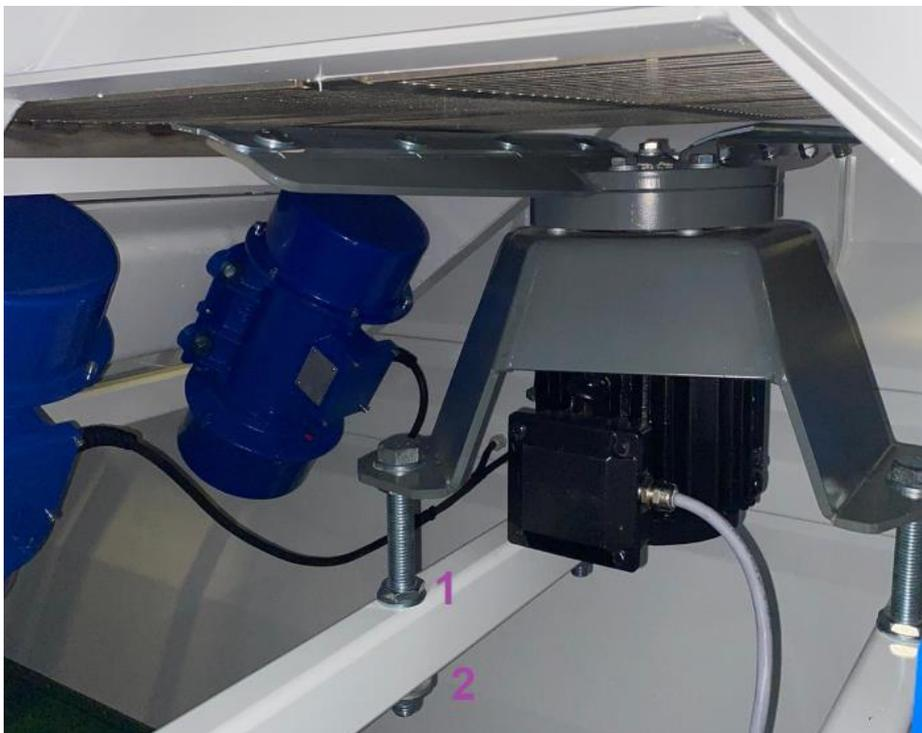

Abb. 15 Schnittlänge
ACHTUNG!! Das Messer darf nicht in Kontakt mit dem Vibrationsrahmen kommen. Dies ist in Abb. 15 dargestellt. Der Freiraum muss bei unbeladenem Schüttelrost 8 - 12 mm betragen, damit sich die Messer frei drehen können und es nicht zu Beschädigungen kommt.
2. Die Mutter 2 aus Abb. 15 lösen. Wegen der Nord-Lock-Scheiben gibt es dabei einen Widerstand, der überwunden werden muss. Dann einige Umdrehungen lösen, bis ausreichend Freiraum entsteht (Abb. 15).
4. Jetzt Mutter 1 aus Abb. 15 an allen drei Stellen gleichermaßen hochdrehen. Einige Umdrehungen reichen aus, da es nur um wenige Millimeter geht. Wenn dies gleichmäßig erfolgt, senkt sich das Messer gleichmäßig ab und kann es leicht ausgerichtet werden.
6. Dann Mutter 2 aus Abb. 15 fest anziehen. Anzugsdrehmoment 400 Nm.